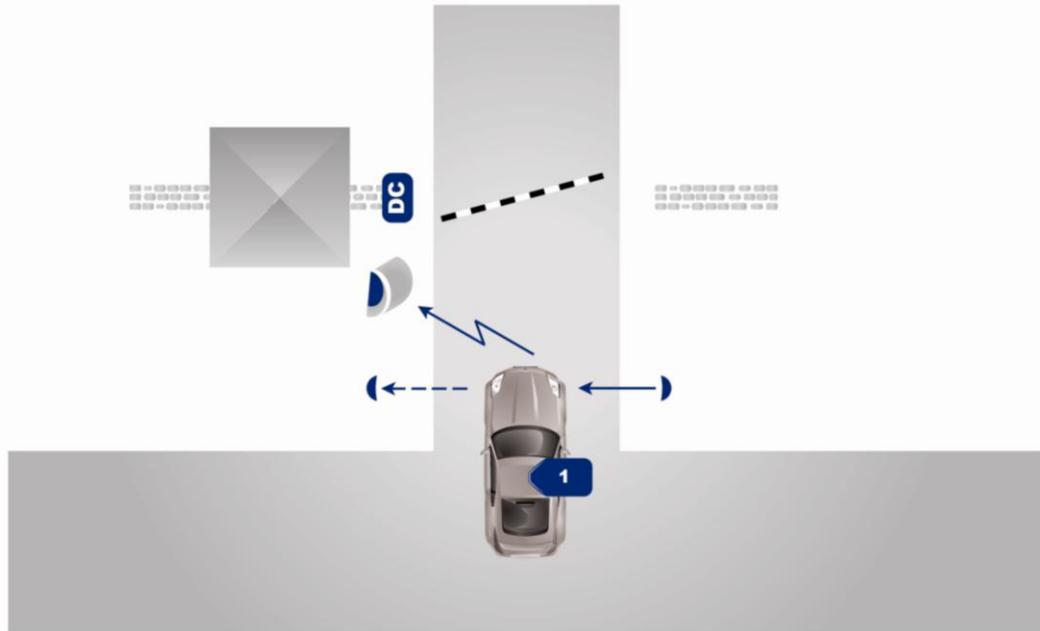

Рисунок 5. Система с датчиками автоматики ворот
2. Если автомобиль в створе датчика появился (рис. 5), код метки передается контроллеру системы доступа, и считыватель заданное время ждет сигнала с датчика открывания ворот. Если датчик ворот не сработал, значит, метка не имеет прав доступа на территорию, и система опять переходит в исходное состояние. Если датчик сработал, то считыватель ждет сигнала о закрытии ворот, либо истечения заданного времени, после чего опять переходит в исходное состояние.